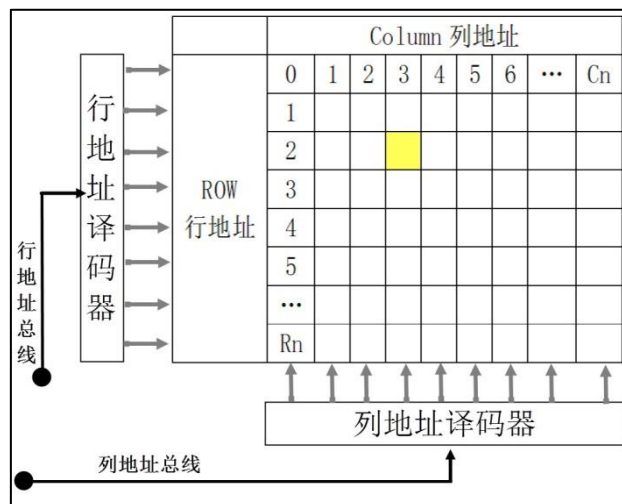

图 27-3 SRAM 存储阵列模型
框图中标号①处表示的是存储器矩阵，这个 SRAM 芯片的空间大小为 512Kx16(bits)，见图 27-3。